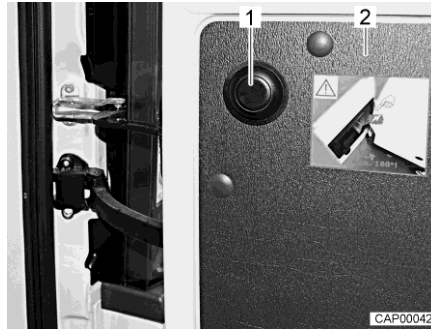

Bild 15 Druckknopf zum Lösen der Begrenzung (Campeo/Eliseo)
- Hecktür (Bild 15,2) bis zum Anschlag öffnen.
- Druckknopf (Bild 15,1) drücken, Hecktür festhalten und vorsichtig weiter öffnen.